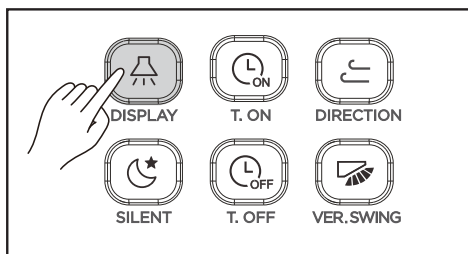

Figura 3.13
1. Quando o controle remoto estiver no estado ligado ou desligado, pressione  (consulte a Figura 3.13) e o mostrador da unidade interna se iluminará;